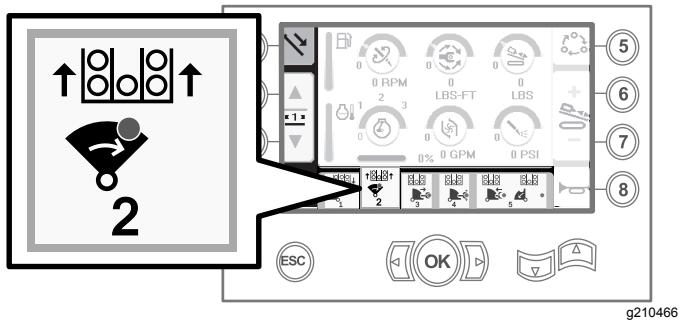

Figura 28
4. Suelte el interruptor basculante para continuar con el paso siguiente de la secuencia (Figura 28).